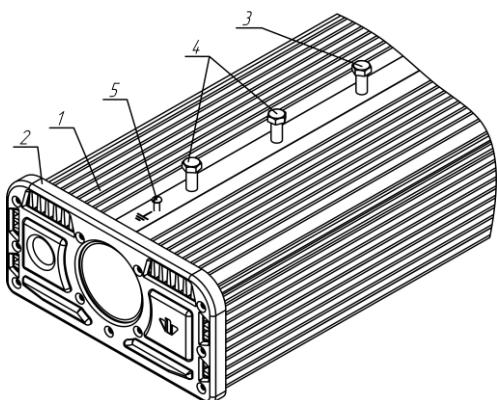

Рисунок 2 Установка светильника
2.2.1. Затяните упорный болт (рисунок 2 поз.3).
2.2.5. Установите светильник на консоль до упора в болт (рисунок 2 поз.3).
2.2.6. Затяните два болта фиксирующие светильник (рисунок 2 поз.4).
2.2.9. Подключите провод внешнего заземления к винту (рисунок 2 поз.5) расположенному на корпусе светильника имеющему маркировку «».